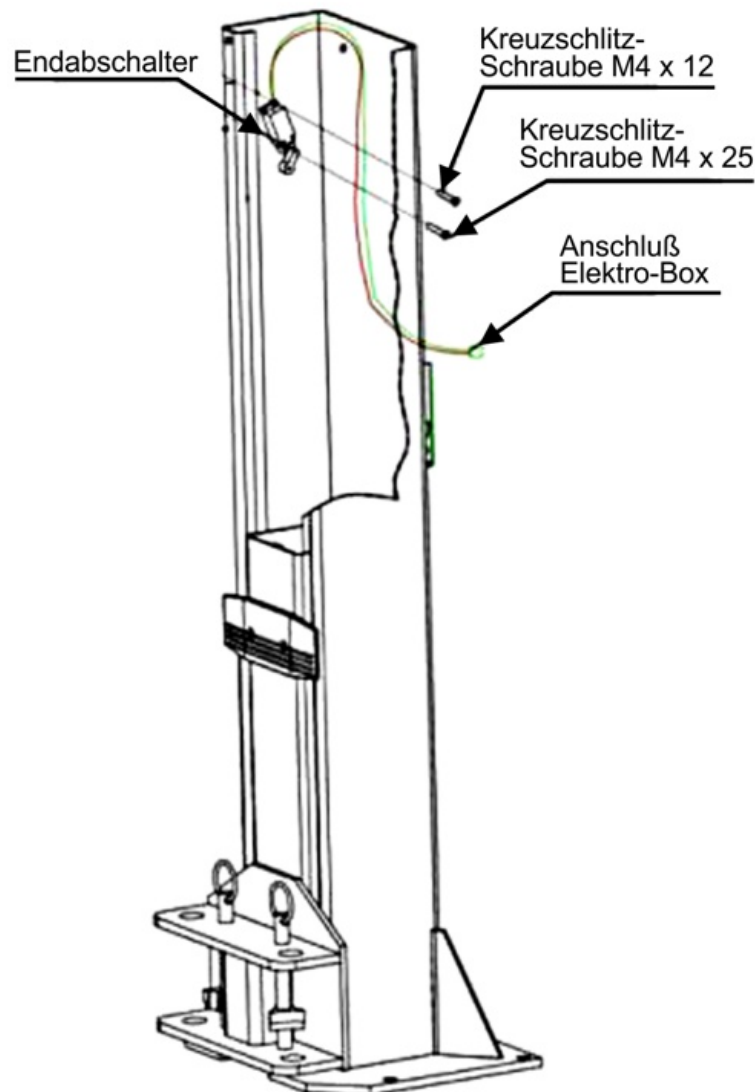

Bild 7.12.1
- Montieren Sie den Endabschalter (Innenseite, oben in der Hauptsäule. Der Endabschalter steht durch die vorgegebenen Löcher schräg, um eine korrekte Funktion zu gewährleisten und um eine Beschädigung des Endabschalters zu vermeiden. Auf korrekten Sitz des Endabschalters achten und ggf. eine Feinjustierung vornehmen (Inbusschrauben). Siehe auch Bild 7.12.1